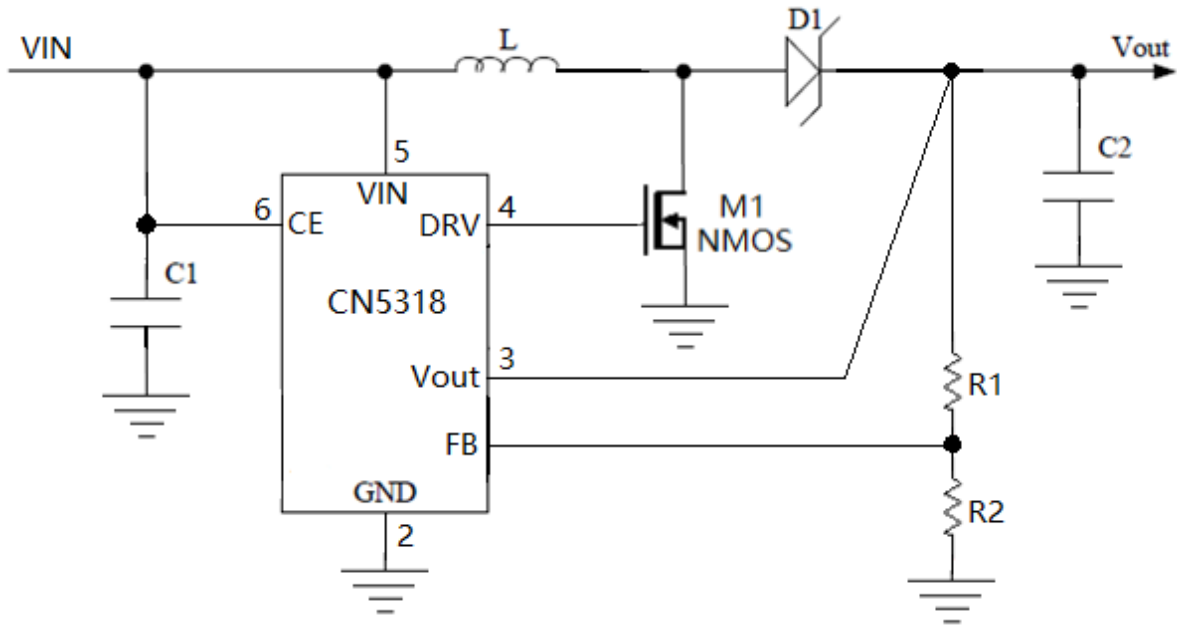

图1 典型应用电路
CN5318的输出电压通过两个外部电阻构成的反馈电阻网络设置，即图1所示电路中的电阻R1和R2。输出电压由下面公式计算：
- R1和R2是图1所示应用电路中的反馈电阻
续流二极管（图1中的D1）的正向导通电压应尽可能低，以提高转换效率。肖特基二极管是一个很好的选择，其击穿电压须高过输出电压。二极管的正向额定电流应大于最大输出电流。